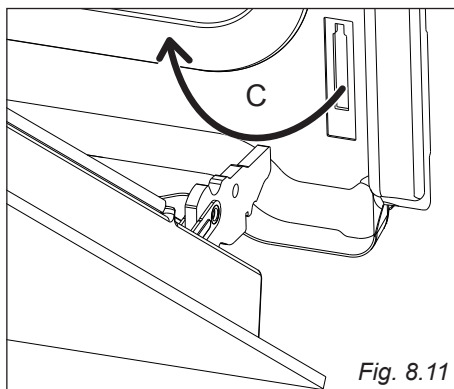

Fig. 8.11
- Retirez les crochets de charniere de leur emplacement en suivant la fleche "C" (fig. 8.11).